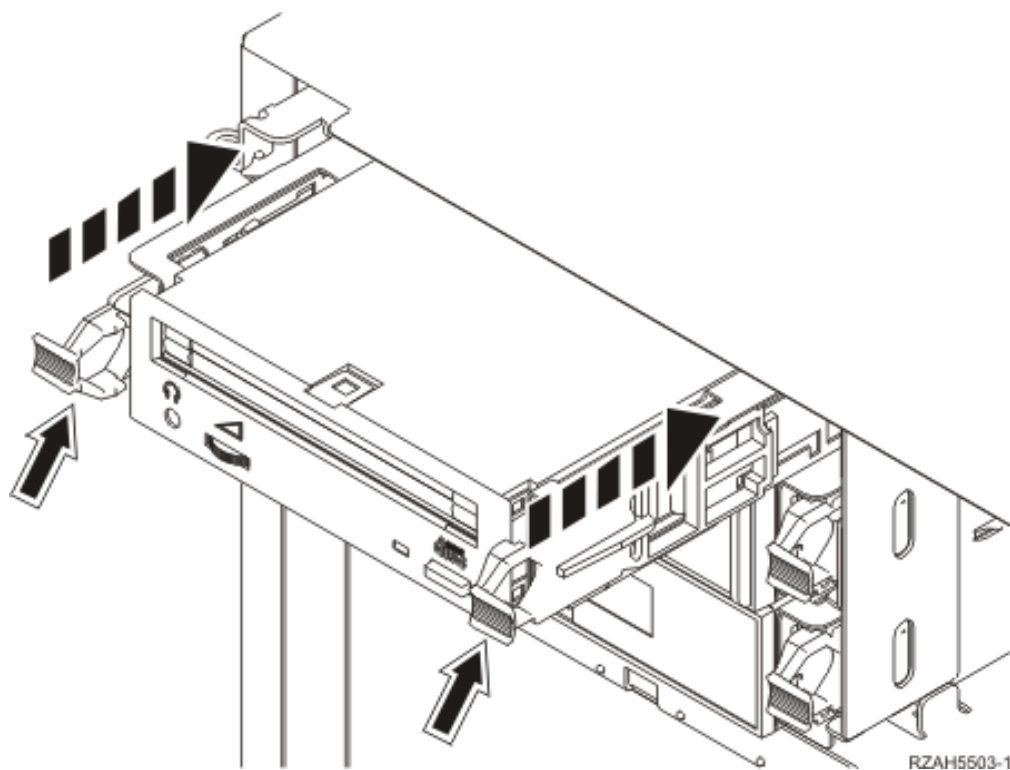

Figura 5. Instalar o dispositivo de suporte de dados amovível
- ___ 4. Consulte a Figura 5 e segure o fundo do dispositivo de suporte de dados amovível ao mesmo tempo que o desloca até meio na posição indicada. Não o empurre mais do que isso.